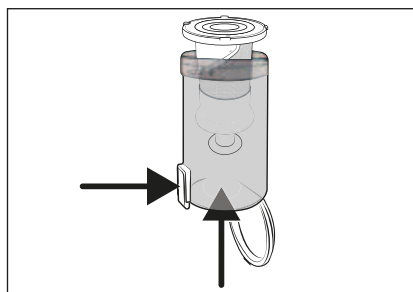

Fig. 18
- 3) Rimuovere il filtro in acciaio inox **5** dal contenitore di raccolta della polvere **6** premendo il tasto di sblocco per il coperchio del contenitore di raccolta della polvere **7**. Estrarre, quindi, il filtro in acciaio inox **5** dal contenitore di raccolta della polvere **6** dal basso (vedere fig. 18).